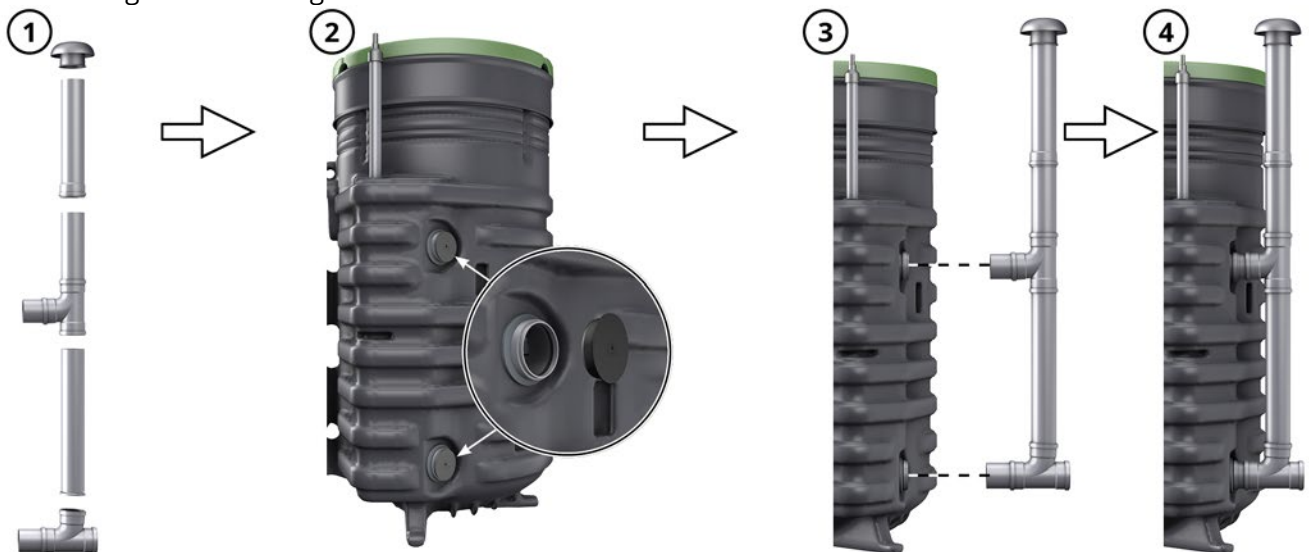

Abb. 13: Belüftungsset montieren
1. Das Belüftungsset wie in *Abb. 13* dargestellt zusammensetzen.